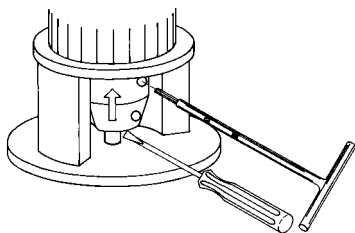

Рис. 11
6. Парно (с одной и той же стороны) затягивают винты, как показано на рис. 11, с величиной крутящего момента, указанной в таблице ниже.